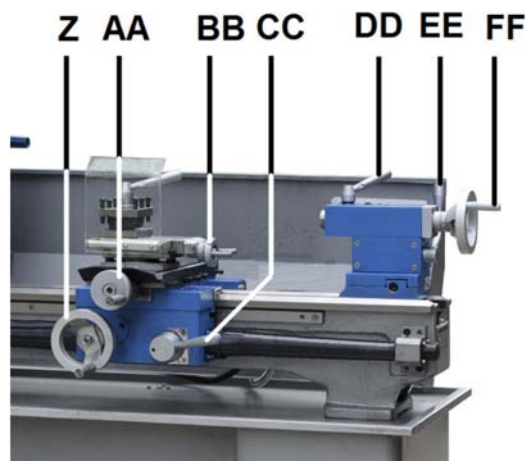

Figure 10-6 : Commandes de la machine
La course du tablier (Z, Fig 10-6), la course de la glissière transversale (AA) et de la glissière supérieure (BB) peut être effectuée sur l'avance longitudinale et transversale.
Abaissez le levier demi-écrou (CC, Fig 10-6) pour engager l'avance longitudinale automatiquement. Remontez-le pour désengager.
Engagez le demi-écrou (CC, Fig 10-6).